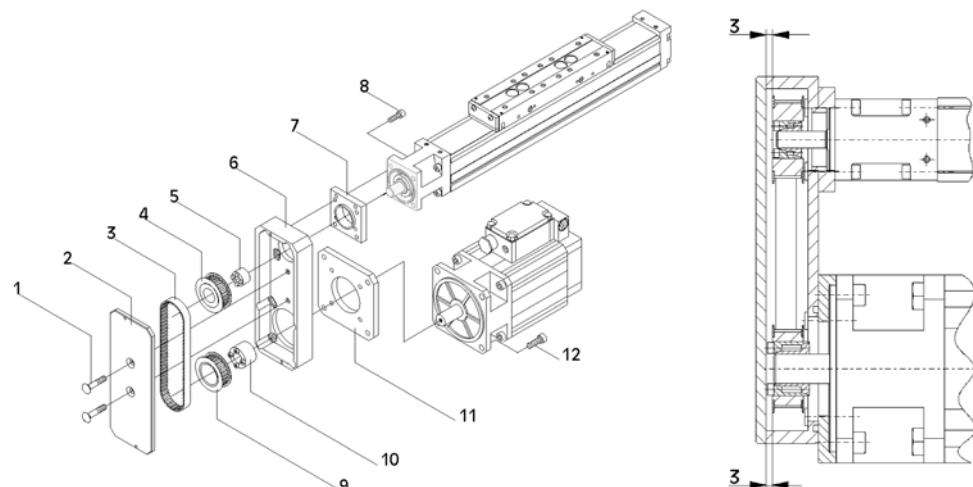
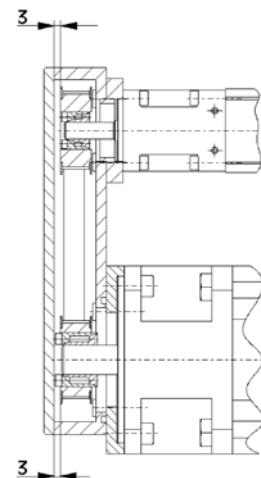

Bild 8: Riementrieb RT40
Bild 9: Riementrieb RT40 (Schnitt)
1. **Bild 8:** Gehäuse (6) mit Zwischenplatte (7) am Lagergehäuse des WM40 befestigen.
2. Synchronscheibe (4) mit DKWN-Spannsatz Innendurchmesser 8 mm (5) auf Antriebszapfen des WM40 stecken.
3. Antriebsmotor mit Zwischenflansch (11) am Gehäuse befestigen. Dabei die Schrauben noch nicht festziehen.
4. Synchronscheibe (9) mit DKWN-Spannsatz Innendurchmesser 14 mm (10) auf Motorwelle stecken.
5. Zahnriemen (3) um beide Synchronscheiben schlingen und dabei die Synchronscheiben zueinander fluchtend ausrichten. Anschließend Synchronscheiben mit DKWN-Spannsätzen auf Antriebszapfen und Motorwelle fixieren. (Anzugsdrehmoment der Schrauben am DKWN-Spannsatz siehe Tabelle Kapitel 10 "Technische Daten") Abstand zwischen Gehäuseoberkante und Synchronscheibe 3 mm (siehe Bild 9).
1. **Bild 8:** Zahnriemen durch Verschieben des Motors mit Zwischenflansch (11) spannen.
2. Gehäusedeckel (2) auf Gehäuse schrauben.